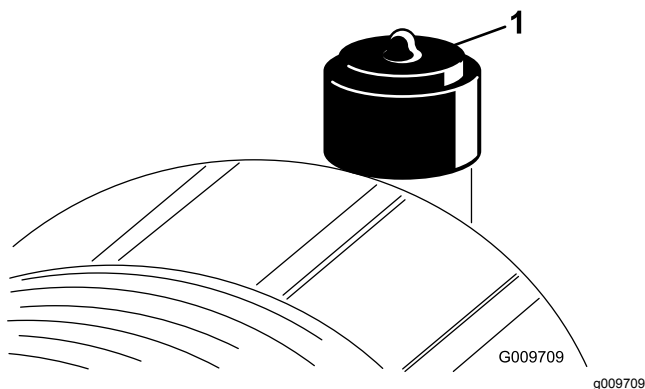

Figura 75
Revise el filtro del limpiador de aire únicamente cuando el indicador de mantenimiento lo requiera (Figura 75). El cambiar el filtro antes de que sea necesario sólo aumenta la posibilidad de que entre suciedad en el motor al retirar el filtro.
2. Reinicie el indicador (Figura 75) si se ve rojo.